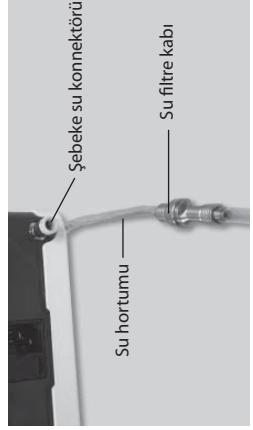

Fig.5
- 2) Su hortumunun filtrelili tarafını kontrol ünitesinin üzerindeki şebeke su konnektörüne derince iterek takınız. (Fig. 5).